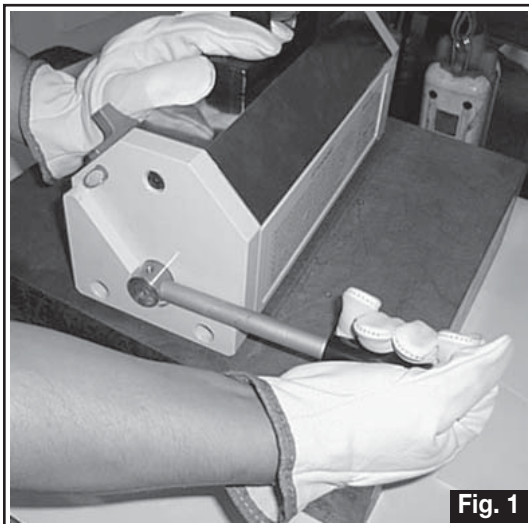

Fig. 1
A) Tire o guincho da embalagem e coloque-o sobre uma placa de ferro. (Fig. 1). Esta operação deve ser efetuada usando um meio de levantamento, depois de ter colocado o sistema de engate no apropriado estribo do guincho.
B) Tire o dispositivo de comando do levantador (alavanca) o pino de fixação e a respectiva ferramenta da embalagem (Fig. 1).
- 1) Rode a alavanca da posição DEMAG para a posição MAG (Fig. 1)
- 1) Segure a alavanca, desloque o pino do sistema de bloqueio da alavanca na direção da seta (Fig. 1)